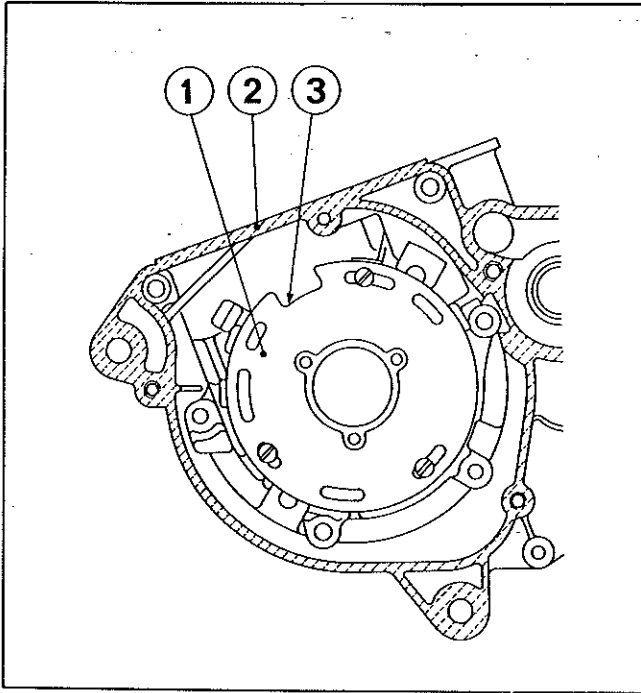

FIG. I22 - MAGNETO
1. Montar a base do magneto (1) no semi-cárter (2), de maneira que o rasgo para a passagem dos fios (3) fique na parte superior, aproximadamente na linha de centro do cilindro. Aperte os parafusos. Veja a figura I22.